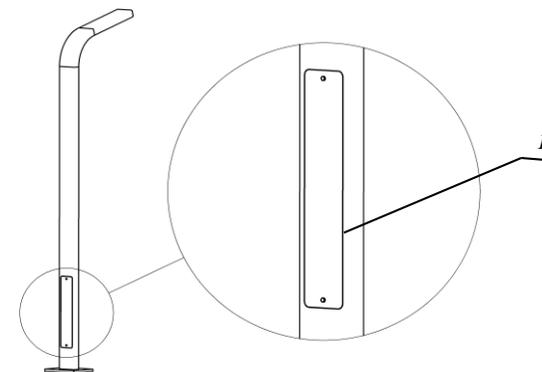

Рисунок 2 – Подсоединение светильника к электрической сети
5.3 Для подключения установленного на основании светильника снять крышку лючка 1 (рисунок 2), присоединить блок питания светильника к электрической сети по схеме, указанной на рисунке 3, и установить крышку лючка на место.